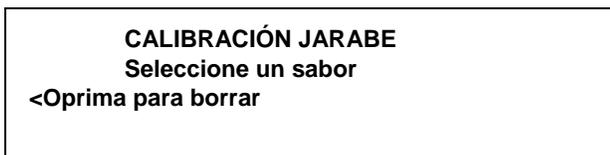

Figura 45
- Oprima el símbolo CALIBRACIÓN 📏 para pasar a la modalidad de calibración de jarabe. (Vea la figura 45).